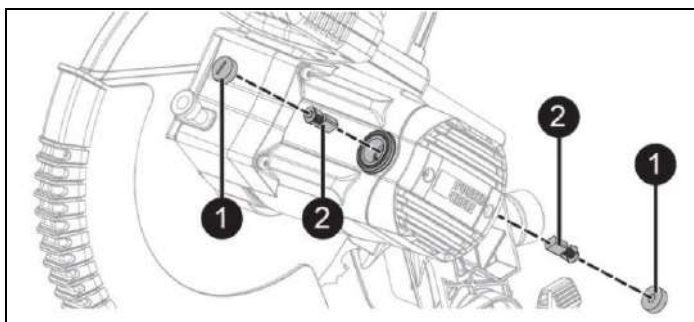

Рисунок 36
**7.2 Замена угольных щеток (Рис. 36)**